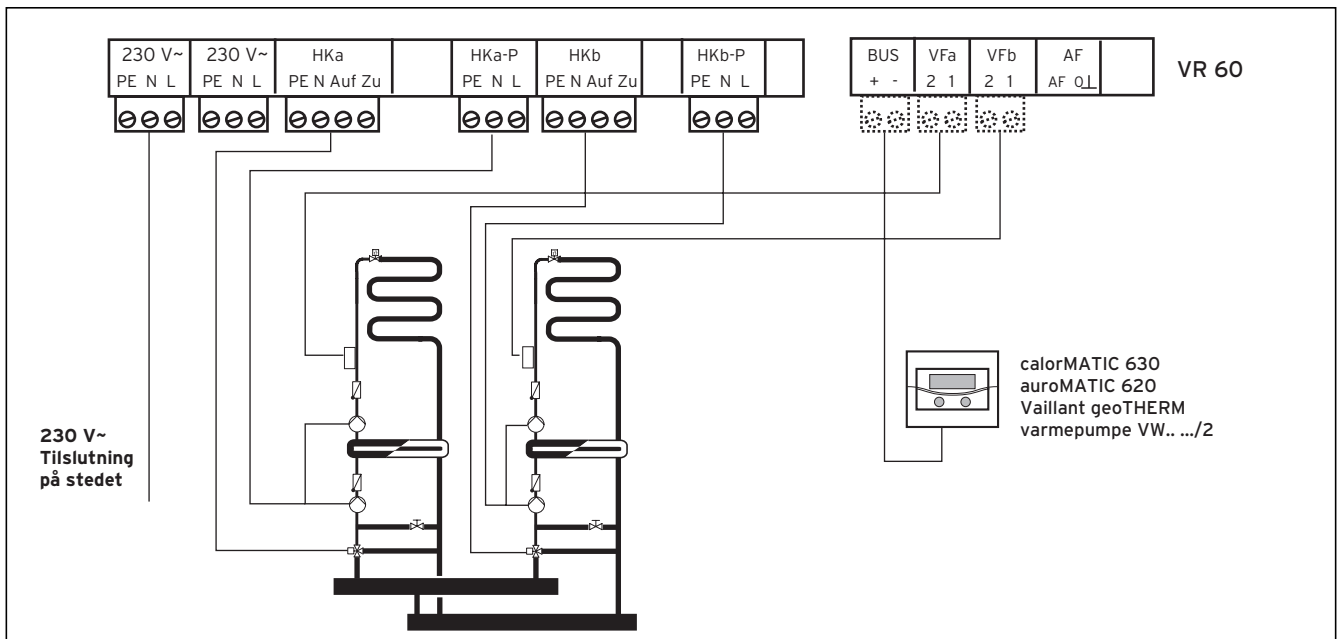

Fig. 5.1 Tilslutning af blandermodul VR 60
- Udfør den elektriske tilslutning af blandermodulet VR 60 i henhold til fig. 5.1